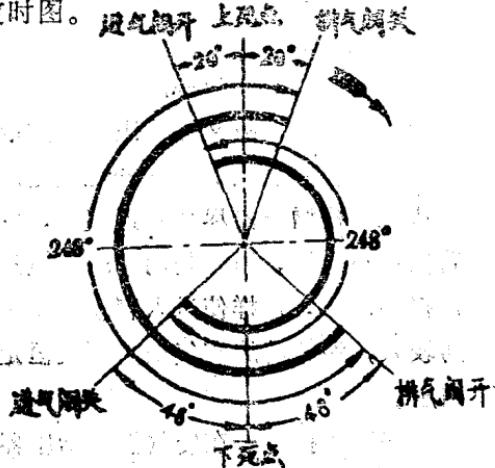

图2 135系列柴油机定时图
2) 定时图——气阀开始开启和关闭终了时刻的曲轴转角称为配气相位。用环形图表示配气相位叫定时图。图2所示为135系列柴油机的定时图。